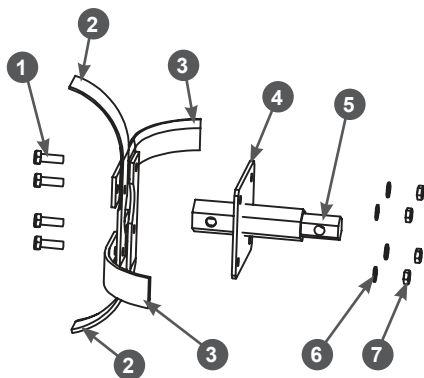

Рис. 12. Сборка дополнительной секции оси фрезы
- Установите ножи на дополнительную секцию оси фрезы. В соответствии с рисунком 12 на фланец 4 с внешней его (противоположной хвостовику 5) стороны сначала установите правые ножи 2 (имеющие изгиб в сторону от редуктора), затем, как показано на Рис. 12 установите левые ножи 3 (имеющие изгиб к редуктору). Совместите отверстия в ножах и фланце 4, вставьте в отверстия болты 1, после чего установите пружинные шайбы 6 и закрутите гайки 7 (Рис. 12). Затяните все резьбовые соединения.